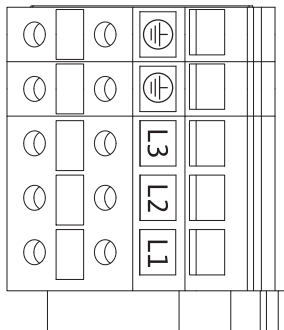

Fig. 26: Morsetti di potenza (morsetti di alimentazione di rete)
- Morsetti di potenza (morsetti di alimentazione di rete) (Fig. 26)